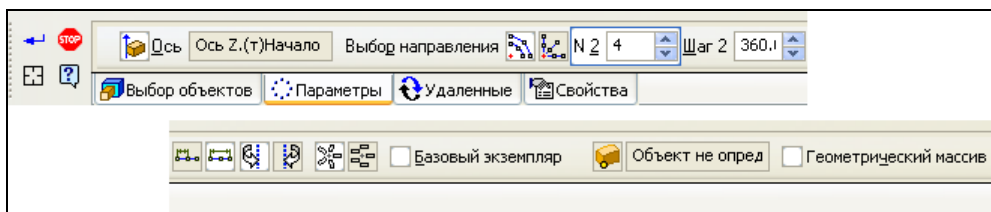

Рис. 5.7. Панель свойств команды **Массив по концентрической сетке** на вкладке **Параметры**
- ◆ откройте вкладку **Параметры** (рис. 5.7). Первое, что необходимо сделать, — это указать ось массива. В качестве оси массива можно использовать любой прямолинейный объект (координатную или вспомогательную ось, отрезок в эскизе, сегмент ломаной, прямолинейное ребро) или поверхность вращения.